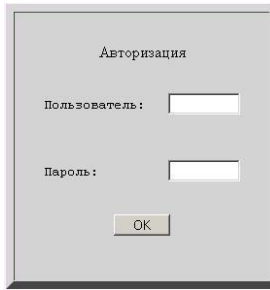

Рисунок 16.5 – Окно авторизации
13. Откроется окно авторизации рисунок 16.5